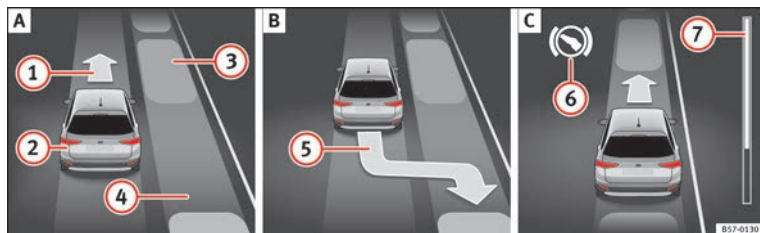
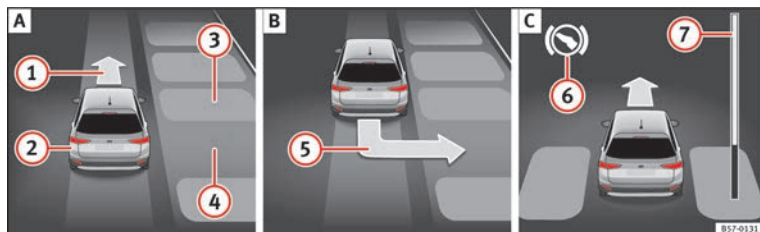

Fig. 212 En la pantalla del cuadro de instrumentos: aparcar en línea. **A** Buscar un hueco de aparcamiento. **B** Posición para aparcarse. **C** Maniobrar.
Fig. 213 En la pantalla del cuadro de instrumentos: aparcar en batería. **A** Buscar un hueco de aparcamiento. **B** Posición para aparcarse. **C** Maniobrar.
Legenda de la **fig. 212** y **fig. 213**:
» **fig. 212 ⑦** y » **fig. 213 ⑦** muestra simbólicamente en la pantalla del cuadro de instrumentos la distancia relativa que aún queda por recorrer. Cuanto mayor es la distancia, más llena está la barra de progreso. Al circular marcha adelante, el contenido de la barra de progreso disminuye hacia arriba, y al circular marcha atrás, disminuye hacia abajo.
2.	Mire en la visualización de la pantalla del cuadro de instrumentos si se ha detectado el hueco como “apropiado” y si ha alcanzado la posición correcta para aparcar » fig. 212 B o » fig. 213 B. El hueco habrá sido considerado “apropiado” si en la pantalla del cuadro de instrumentos aparece la indicación de aparcar (5).
Retroceda hasta que suene la señal continua del ParkPilot. O BIEN: retroceda hasta que en la pantalla del cuadro de instrumentos aparezca la indicación de dar marcha adelante » fig. 212 C o » fig. 213 C.
O BIEN: dé marcha adelante hasta que en la pantalla del cuadro de instrumentos aparezca la indicación de dar marcha atrás. El sistema de aparcamiento asistido dirige el vehículo marcha adelante y marcha atrás hasta centrarlo en el hueco » fig. 212 C o » fig. 213 C.